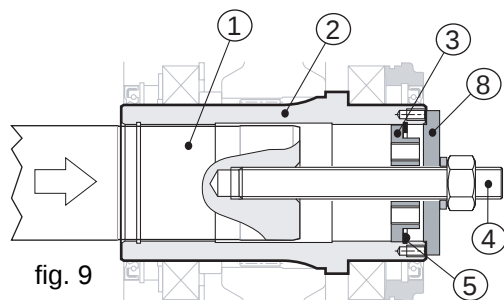

fig. 9
Em seguida, inserir em suas sedes primeiro a placa de retenção (pos. 3) e depois o anel de retenção para partes internas (pos. 5); neste ponto, aparafusando a porca da barra rosqueada (pos. 4) os dois eixos são colocados bem apertados entre si (ver fig. 9).